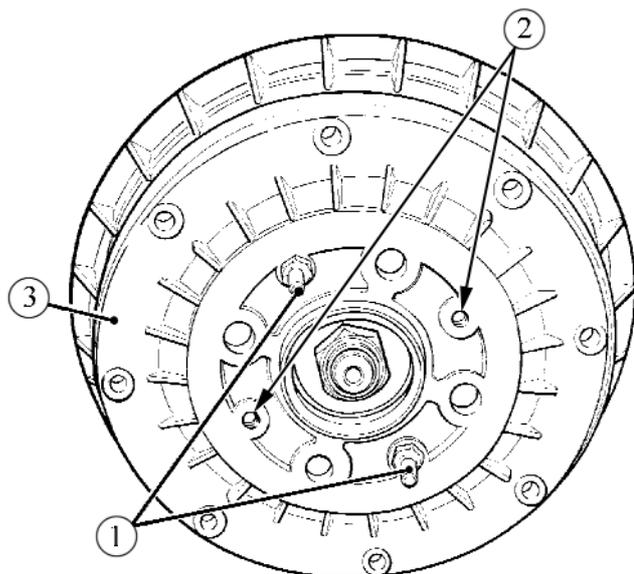

Рисунок 8 - Тормозной барабан:
- отвернуть направляющие штифты 1, рисунок 8, крепления барабана 3 и завернуть их в технологические резьбовые отверстия 2 до отделения барабана от ступицы (ключ кольцевой 12).